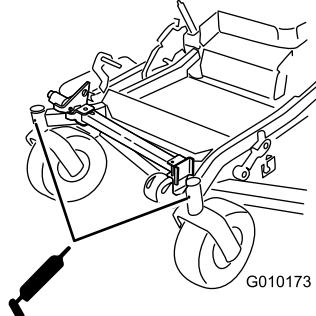

Figure 46
- Sortez le graisseur Zerk de l'orifice. Remettez le bouchon hexagonal et le capuchon antipoussière en place (Figure 46).